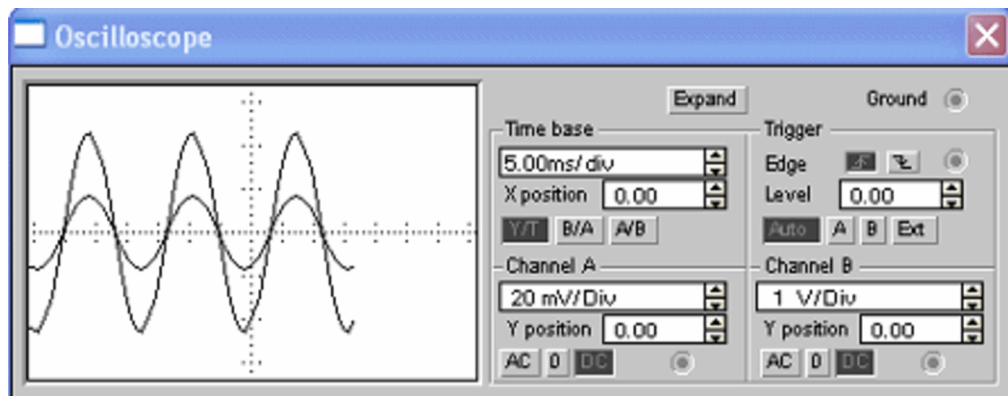

Рисунок 15 – Осциллограммы входного и выходного сигналов.
16. Развернуть и настроить осциллограф, изменяя чувствительность и длительность развертки. На экране можно наблюдать входной и выходной сигналы (рисунок 15).